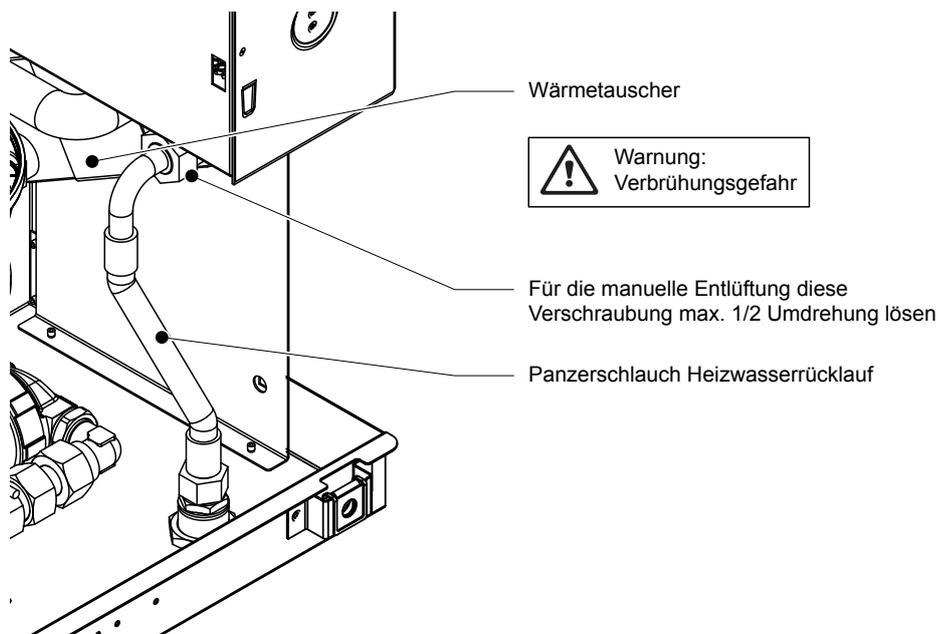

Abb. 44: Manuelle Entlüftung des Heizwasser- bzw. Warmwasserkreislaufs, Varianten HW und WW
- Legen Sie einen saugfähigen Lappen unter die Verschraubung am Rücklaufanschluss des Wärmetauschers (siehe Abb. 44).